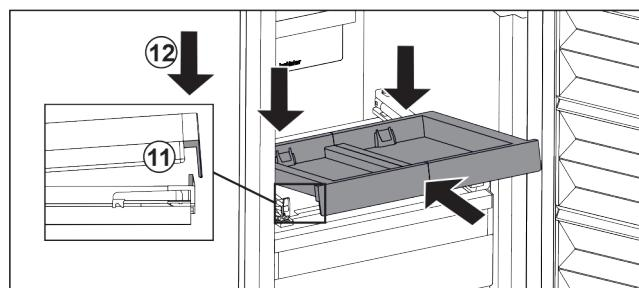

Fig. 88
- Šikmo zasuňte. Dbejte, aby byl na obou stranách doraz za západkou. Fig. 88 (11)
- Usadte vpředu vysouvací příhrádku. Fig. 88 (12)